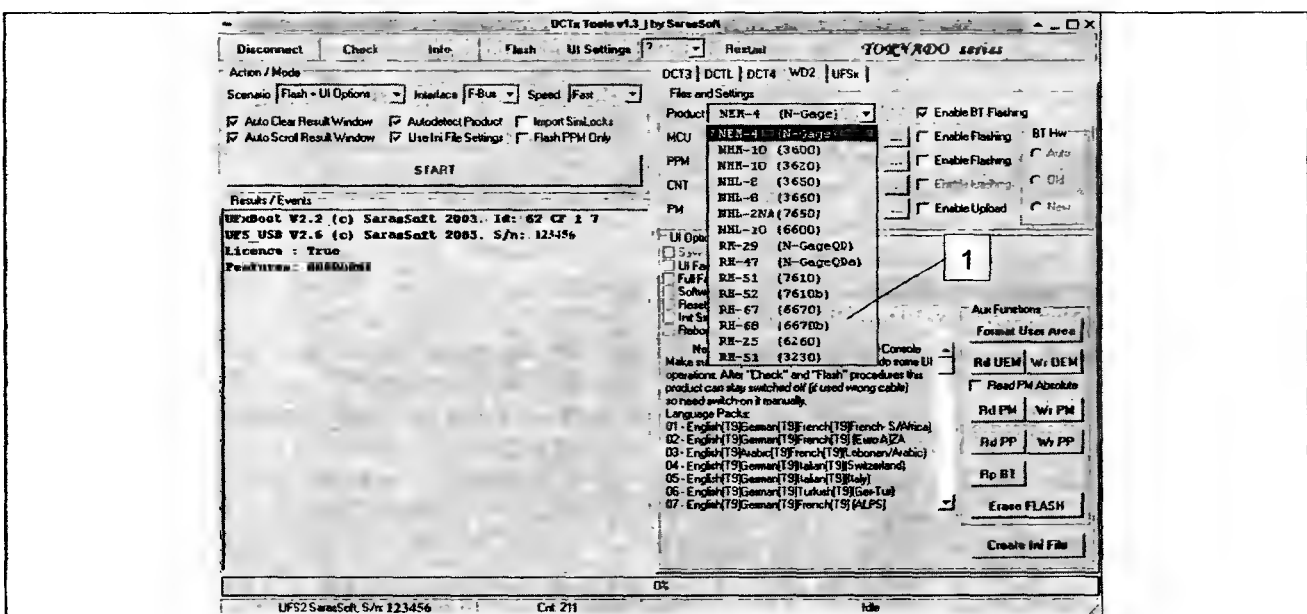
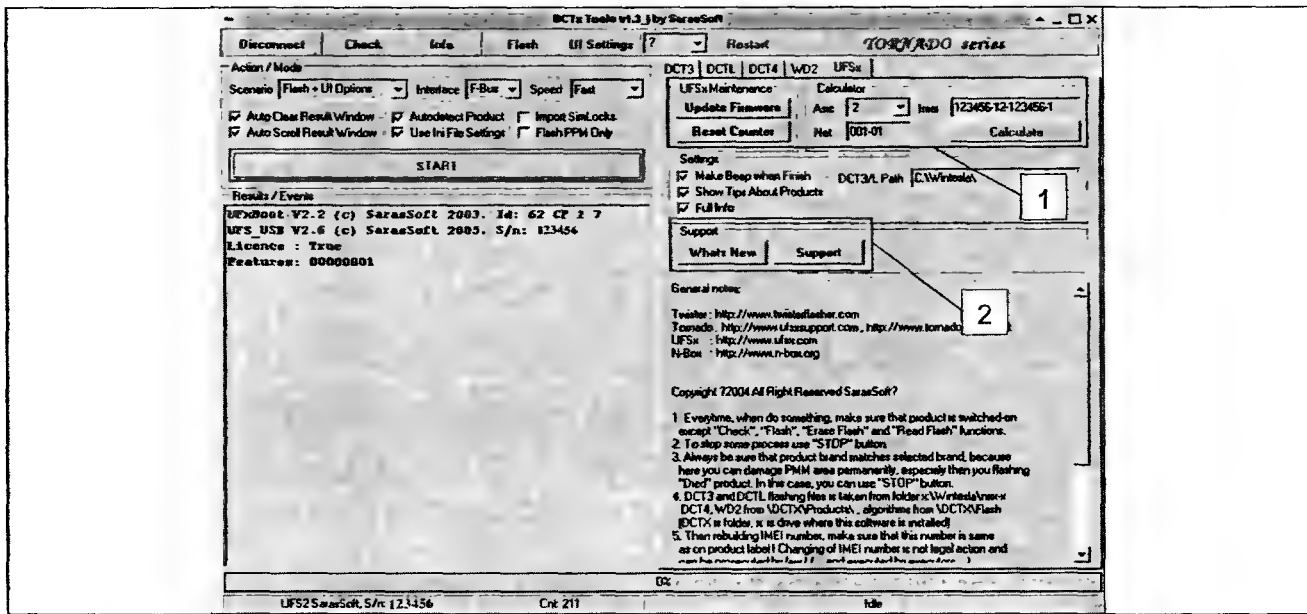

Рис. 8.15
Рис. 8.16
На рис. 8.15 показан процесс ручного выбора модели телефона (в ниспадающем меню 1 для смартфонов на платформе WD-2), а на рис. 8.16 — панель калькуляции кодов разблокировки (1) и панель поддержки программного обеспечения бокса UFS (2).